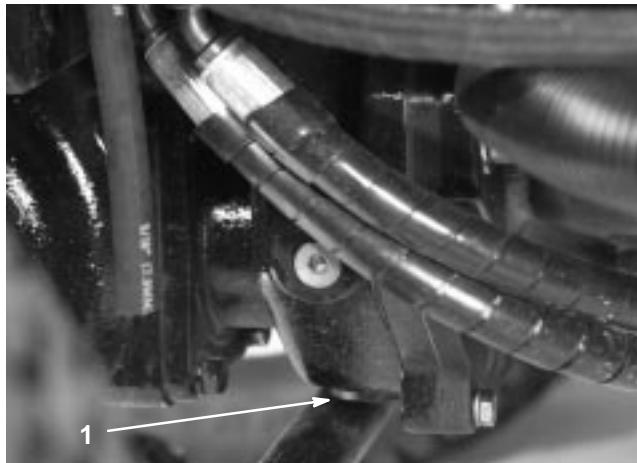

Bild 70
- Reinigen Sie den Bereich um die Ablassschraube an der Unterseite des Getriebes (Bild 70).